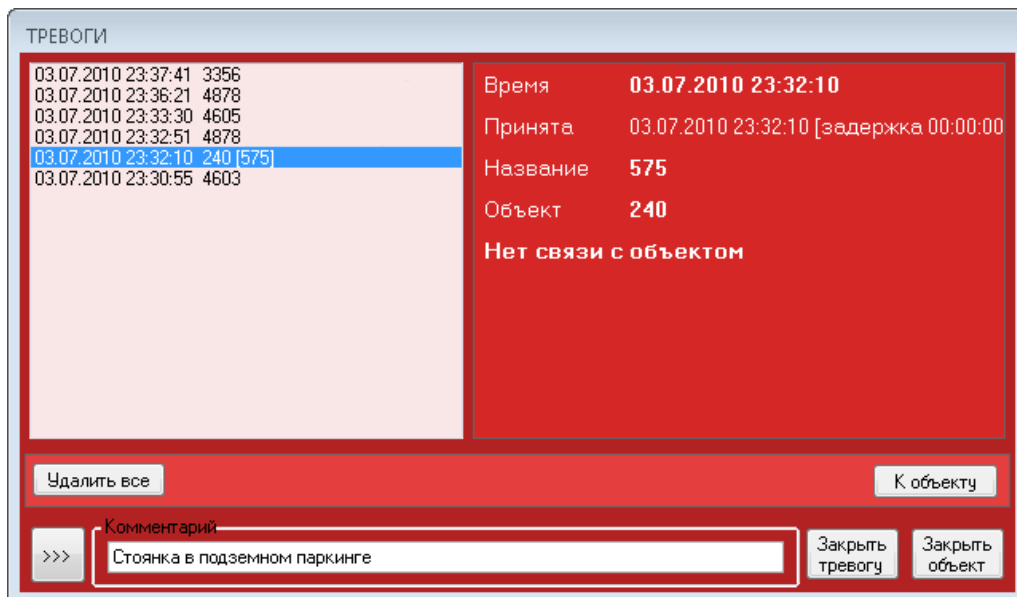

Рис.7.6.6. Окно «Тревоги» с произвольным вводом в поле «Комментарий».
- a) Произвольно, рисунок 7.6.6.